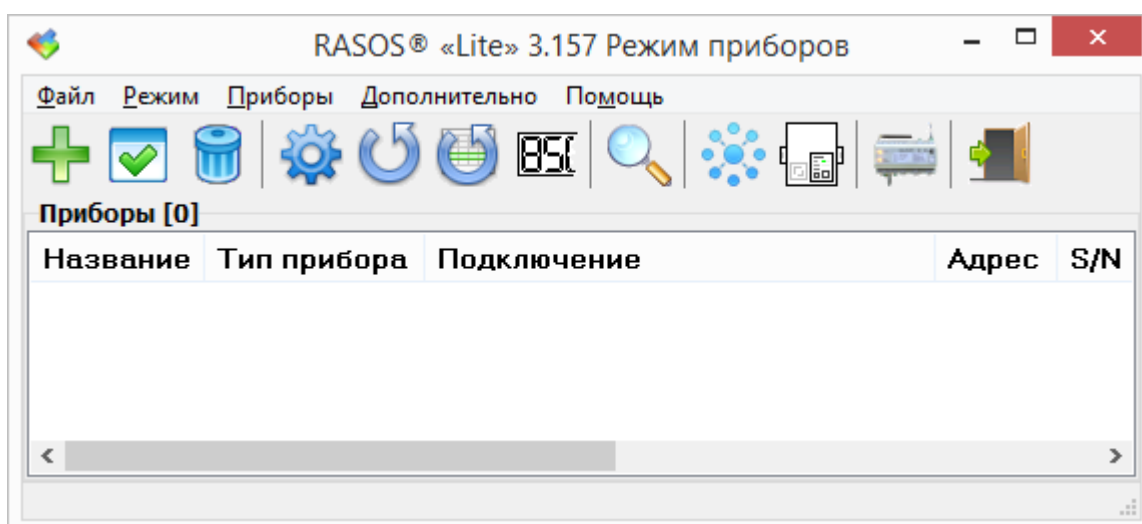

Рисунок 8 – Главное окно программы «RASOS»
11.4 Установить программу «RASOS» на персональный компьютер и запустить программу. Откроется главное окно (рисунок 8). В меню «Приборы» выбрать «Модуль расширения MP-DO3-DI6H-DI6».